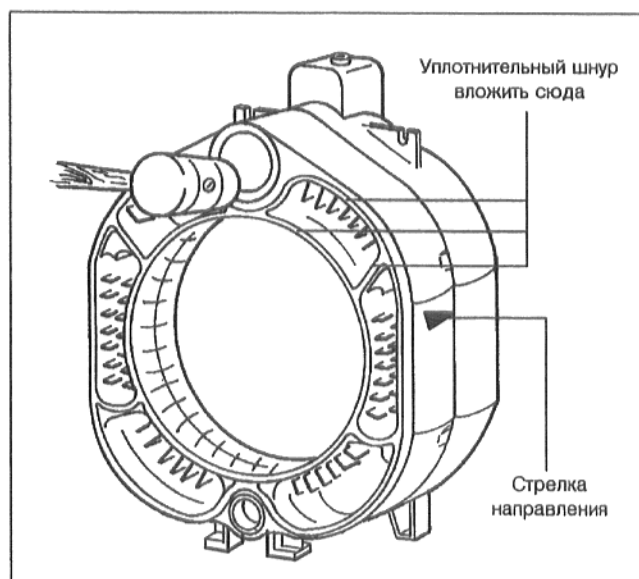

Рис. 13
- Вставить верхнюю и нижнюю ступицу первой средней секции в ниппели задней секции, стрелка направления должна быть обращена назад. Слегка постукивая деревянным молотком или молотком из твердой резины, придвинуть первую среднюю секцию к задней секции (Рис. 13).
- Вставить эластичный уплотнительный шнур в уплотнительные пазы с передней стороны первой средней секции, начиная с верхнего участка ступицы, и слегка прижать (Рис. 13). Концы уплотнительного шнура должны хорошо стыковаться друг с другом.